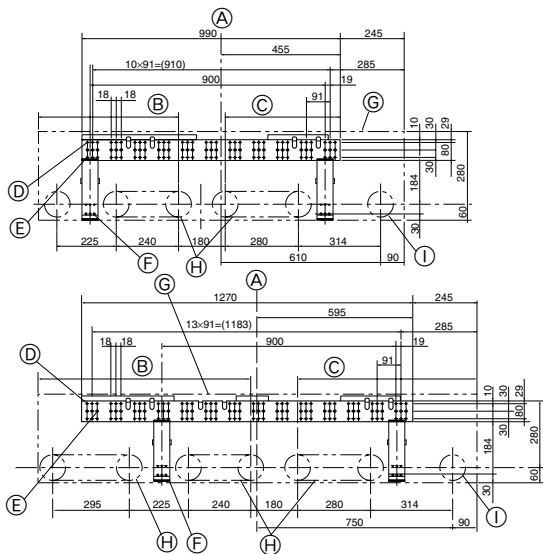

Fig. 3-2
3.2. De muurbevestigingsmal aanbrengen (Fig. 3-2)